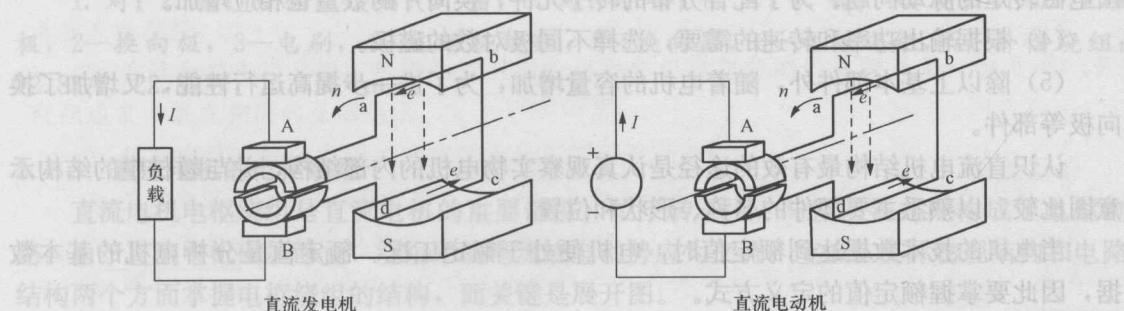

图 2-1
对直流电机的认识一般都是从图 2-1 所示的模型开始，模型可以作为最简单的直流发电机或电动机。初学者必须明确直流发电机和电动机的基本功能，学会应用基本的电磁定律熟练解释模型的运行原理，掌握所出现的物理量方向的判断方法，尤其能正确认识模型中的关键部件——换向片和电刷的作用。
- (1) 能读懂展开图：通过读开图了解电机结构的参数，如绕组类型、极数、线圈节距等，并结合电机绕组的设计原理。
- (2) 能根据已知的绕组接线图画出展开图。
- (3) 能根据展开图画出相应的电路图。
- (4) 能根据电路图画出电机的磁路。
- (5) 参照图 2-1 所示的模型，判断以下说法的正误：